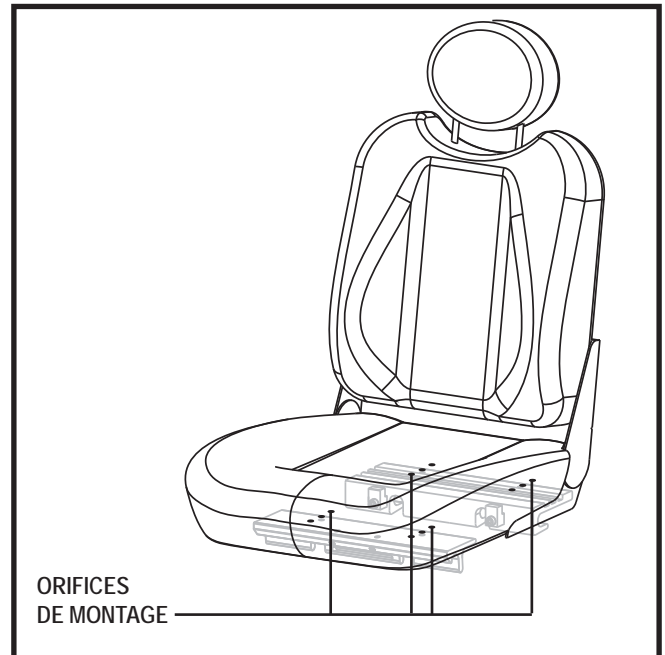

Figure 13. Position du siège
7. Repositionnez les montants dans un ensemble différent d'orifices de montage. Vous devez régler les montants en ayant un nombre identique d'orifices devant et derrière la fixation sur chaque montant. **Voir la figure 13.**